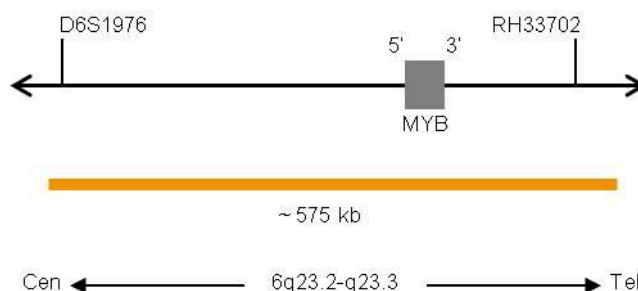

Fig. 1: Carte de la sonde SPEC MYB (pas à l'échelle)
- Polynucléotides marqués au ZyOrange (excitation 547 nm/émission 572 nm) (~4,5 ng/μl), qui ciblent une séquence de 6q23.2-q23.3* (chr6:135,141,227-135,715,246) hébergeant la région génétique MYB (voir figure 1).